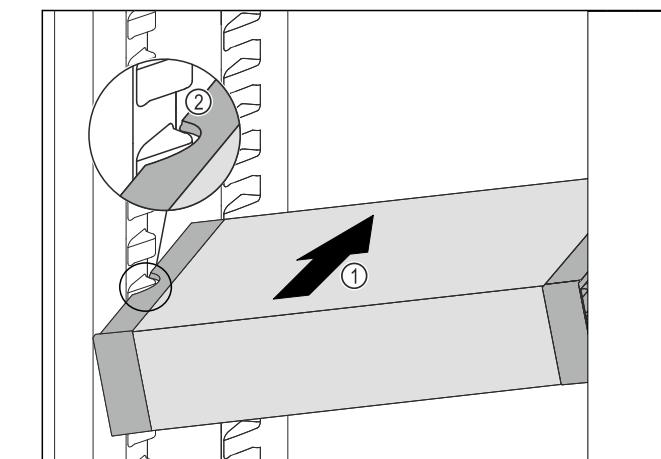

Fig. 87
- Вдвигайте VarioSafe под наклоном в холодильное отделение Fig. 87 (1), пока боковые выемки Fig. 87 (2) VarioSafe не окажутся на высоте выступа резервуара в холодильном отделении.